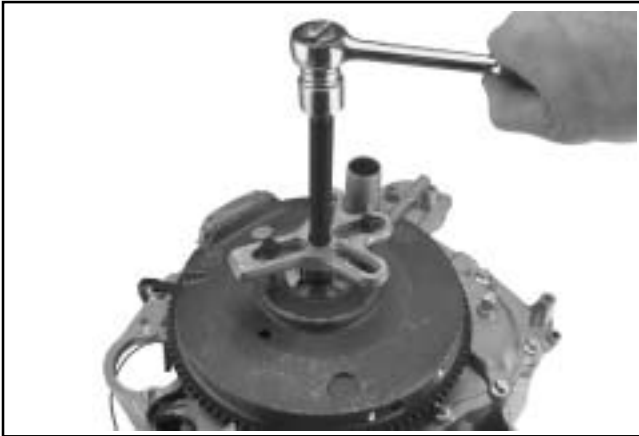

Figura 8-24. Desmontaje del volante con un extractor.
4. Desmonte el volante del motor del cigüeñal con un extractor. Ver Figura 8-24.